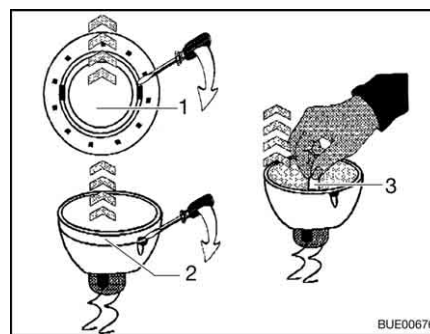

Fig. 283 Sostituire la lampada alogena ad incandescenza
- Togliere dall'involucro l'anello di copertura interno (Fig. 283,1) servendosi di un cacciavite.
- Servendosi di un cacciavite, rimuovere l'anello di copertura con la lastra di vetro (Fig. 283,2) dalla parte inferiore della lampada alogena a incasso.
- Rimuovere la lampada alogena ad incandescenza (Fig. 283,3).